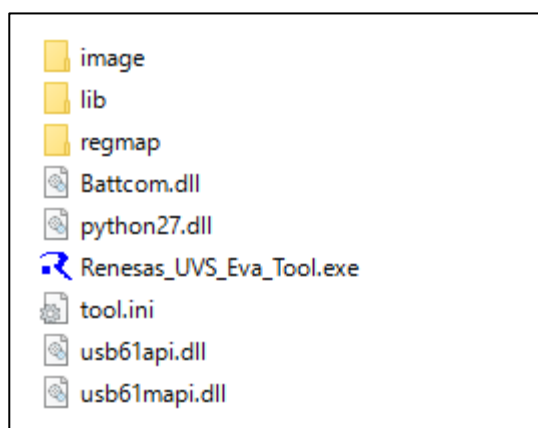

図 1.7 制御ツール解凍後のフォルダ内表
- 解凍したフォルダ内（図 1.7）にある“Renesas_UVS_Eva_Tool.exe”を実行するとツールが起動します。